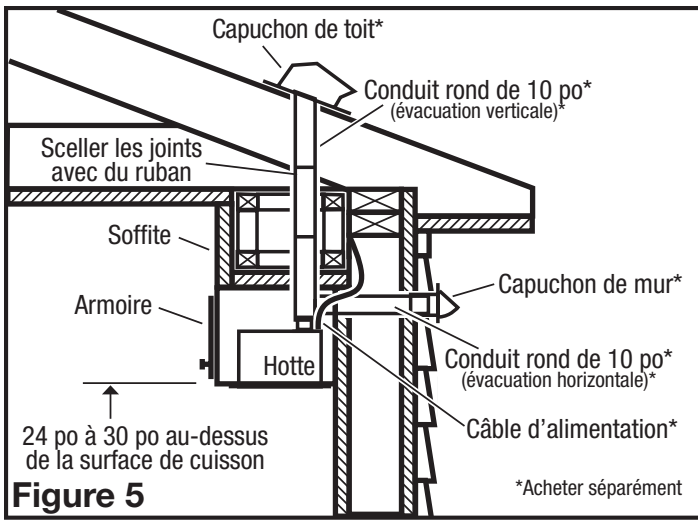

Figure 5
1. Installez le registre inclus dans la hotte à l'aide de trois des vis à pointe émoussée n° 6 fournies. Décollez le dos du joint inclus et, tout en tenant les amortisseurs en position verticale, installez le joint sur le capot. Assurez-vous d'aligner les trous et les coupures rectangulaires pour vous assurer que les amortisseurs s'ouvrent facilement. Installez le collier de conduit inclus dans la hotte avec quatre des vis à pointe émoussée n° 6 fournies. (**Figure 4**). Assurez-vous que les joints des conduits et les pénétrations extérieures sont scellés avec du mastic ou tout autre matériau similaire pour créer un passage d'air étanche afin de minimiser la perte ou le gain de chaleur et réduire le risque de condensation. Placez / enveloppez l'isolant autour du conduit et / ou ventilateur afin de minimiser la possibilité d'accumulation de condensation à l'intérieur du conduit, ainsi que la perte ou le gain de chaleur (**Figure 5**).